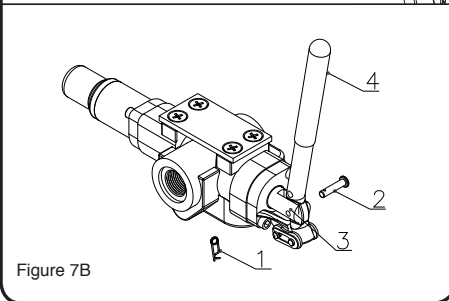

Figure 7B
1. Retirez la goupille fendue avec ressort (n°1) et la goupille de retenue (n°2), de la bielle de la soupape de controle (n°3). (Voir fig. 7B)